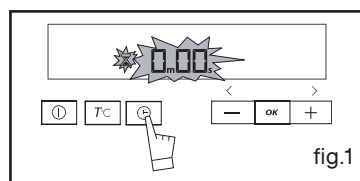

fig.1
- Pulse 3 veces el mando  (fig.1).